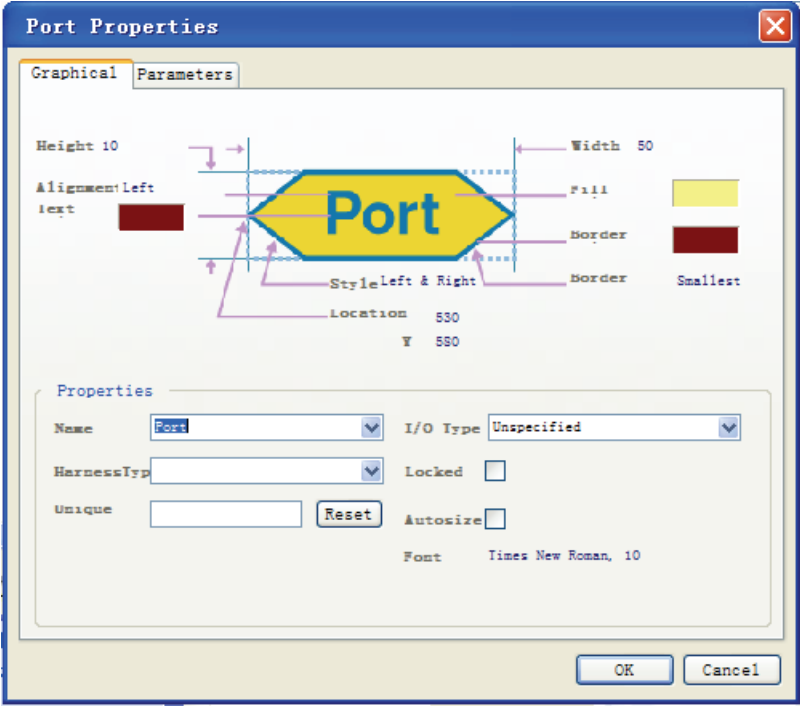

图 8-17 输入/输出端口属性设置对话框
(3) 双击放置好的输入/输出端口或在放置状态时按 **Tab** 键，弹出输入/输出端口属性设置对话框，如图 8-17 所示。